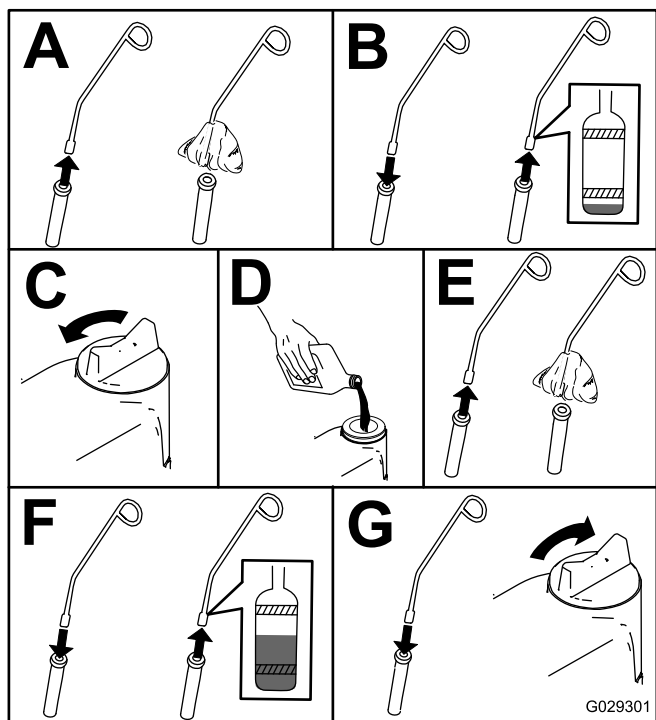

Figura 42
4. Verifique o nível de óleo do motor, conforme se mostra na Figura 42.